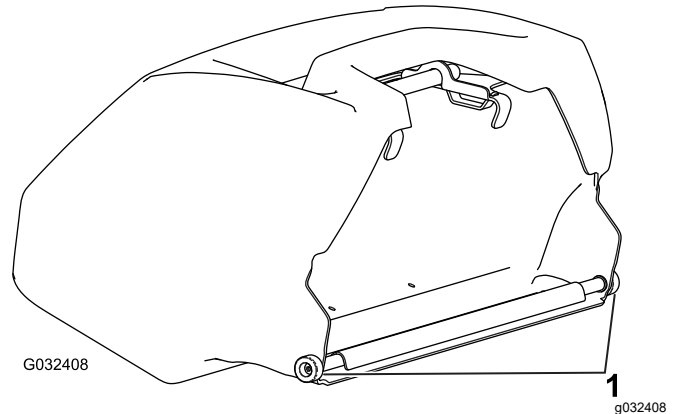

図 15
**重要**もしバスケットを落としてしまった場合には、バスケットの下側リップにあるピッチアームの接触点 図 15 が